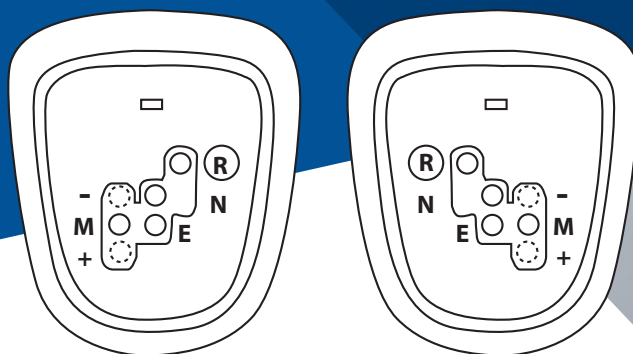

Fig. 1
La transmission multimode, ou MMT, est un type de boîte de vitesses manuelle séquentielle proposée par Toyota. Au lieu d'une transmission automatique classique qui utilise un système hydraulique et un convertisseur de couple, la MMT est équipée d'un embrayage à friction classique et d'un mécanisme de sélection des vitesses mécanique contrôlé électroniquement. Le moyen le plus évident de savoir si une voiture est équipée d'une MMT est que le sélecteur de vitesse ne dispose pas de position de verrouillage de transmission Park (P), comme illustré à la figure 1.